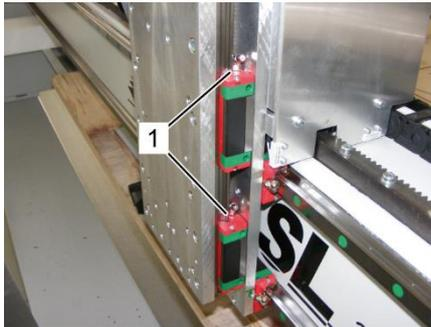

Abb. 43: Lage der Schmiernippel
Insgesamt sind vier Schmiernippel (Abb. 43/1), jeweils zwei pro Seite, an der Z-Achse vorhanden.
In der Abdeckung der Z-Achse (Abb. 43/1) befindet sich an jeder Seite eine Bohrung, um an den dahinterliegenden Schmiernippel zu gelangen. Dafür muss die Z-Achse in die richtige Position gefahren werden. Um an alle vier Schmiernippel zu gelangen, muss die Z-Achse in zwei Positionen gefahren werden.
3. Schutzkappen von Schmiernippeln der Z-Achse entfernen (Abb. 43/1), falls vorhanden.